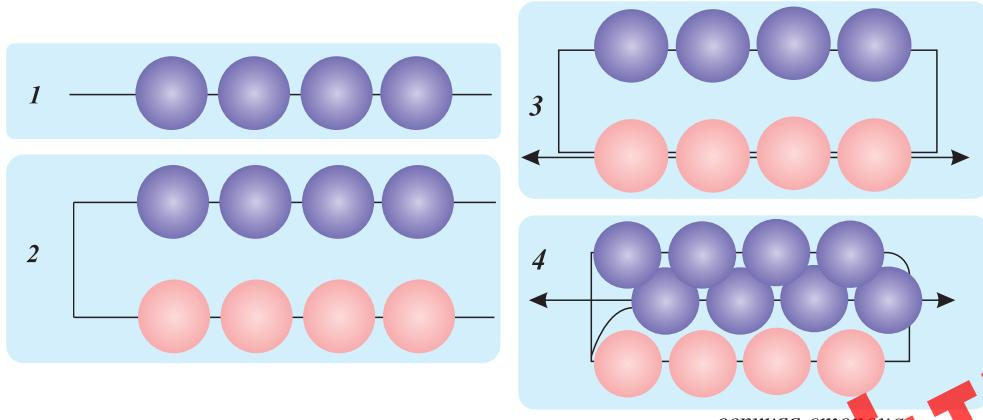

Рис. 4. Параллельное плетение
3. Параллельное плетение (рис. 4) выполняют на две нити, точнее, двумя концами одной нити или проволоки. Метод состоит в том, что на один конец проволоки (или лески) нанизывают бисеринки для очередного ряда, затем через них пропускают второй конец проволоки (или лески) навстречу первому. Для объемных фигур может быть использована и леска, и проволока, но леской объем получается лучше.